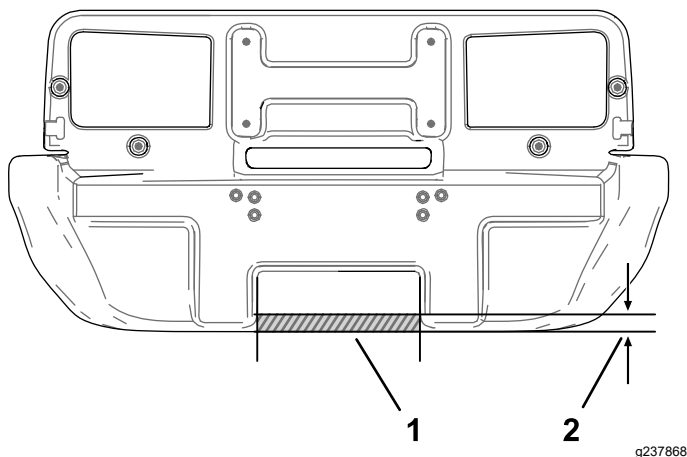

Figura 60
1. Sul lato posteriore della macchina, misurate 2,5 cm sopra la parte inferiore del paraurti nell'area centrale concava, come illustrato nella Figura 60.